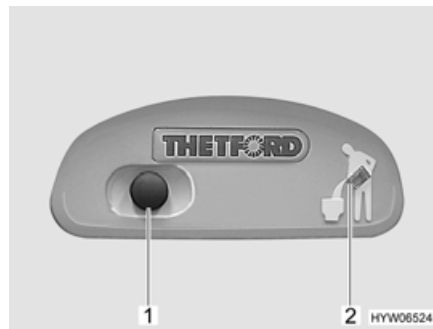
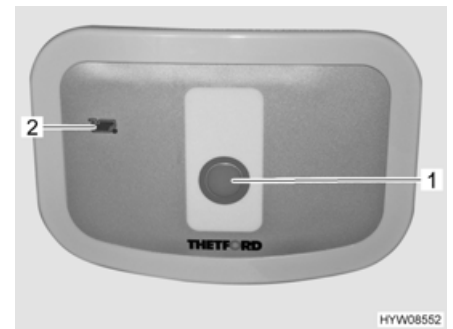

Bild 206 Spolknapp/kontrollampa Thetford-toalett
Bild 207 Spolknapp/kontrollampa Thetford-toalett (alternativ)
- För att spola, tryck på den blå spolknappen (Bild 206,1 resp. Bild 207,1).
Kontrolllampan (Bild 206,2 resp. Bild 207,2) lyser när latrintanken måste tömmas.